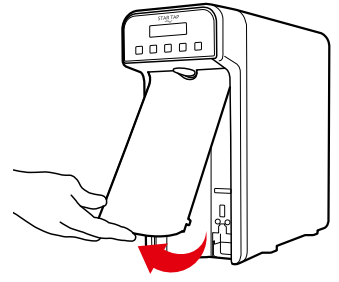

Fig. 1-13
21.3 - Mantenere l'apparecchio verticale con una mano e con l'altra afferrare il pannello frontale dalla feritoia lasciata libera dalla vaschetta raccogli gocce tirando in modo deciso verso l'esterno fino a completa estrazione, vedi Fig. 1-13.